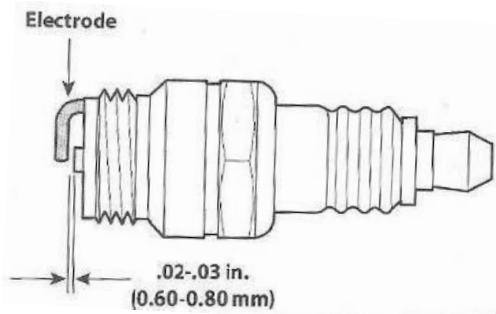

Рисунок 17. Межэлектродный зазор.
3. Измерьте межэлектродный зазор, используя для этого щуп. Правильный зазор должен быть установлен в пределах 0.60-0.80 мм. Смотрите Рисунок 17.